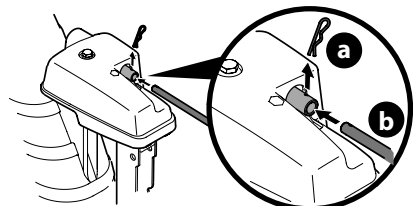

Figure 11
5. Retirez la goupille fendue (a) à l'arrière de la tête de commande de la goulotte. Voir (Figure 11).
6. Insérez la tige de commande de la goulotte (b) à l'arrière de la tête de commande (Figure 11) et fixez-la avec la goupille fendue (a) retirée à l'étape 5.